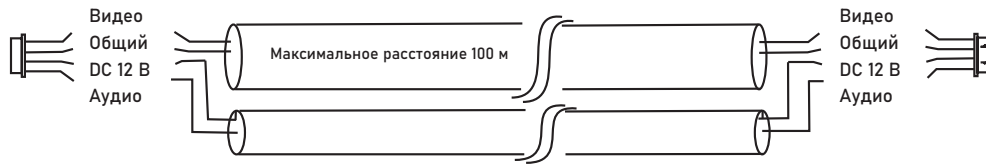

Рис. 18 Комбинированный видеокабель для подключения видеодомофона
3. При выборе кабеля для подключения вызывной панели и дополнительного домофона руководствуйтесь критериями, представленными на Рис. 18 и 19.